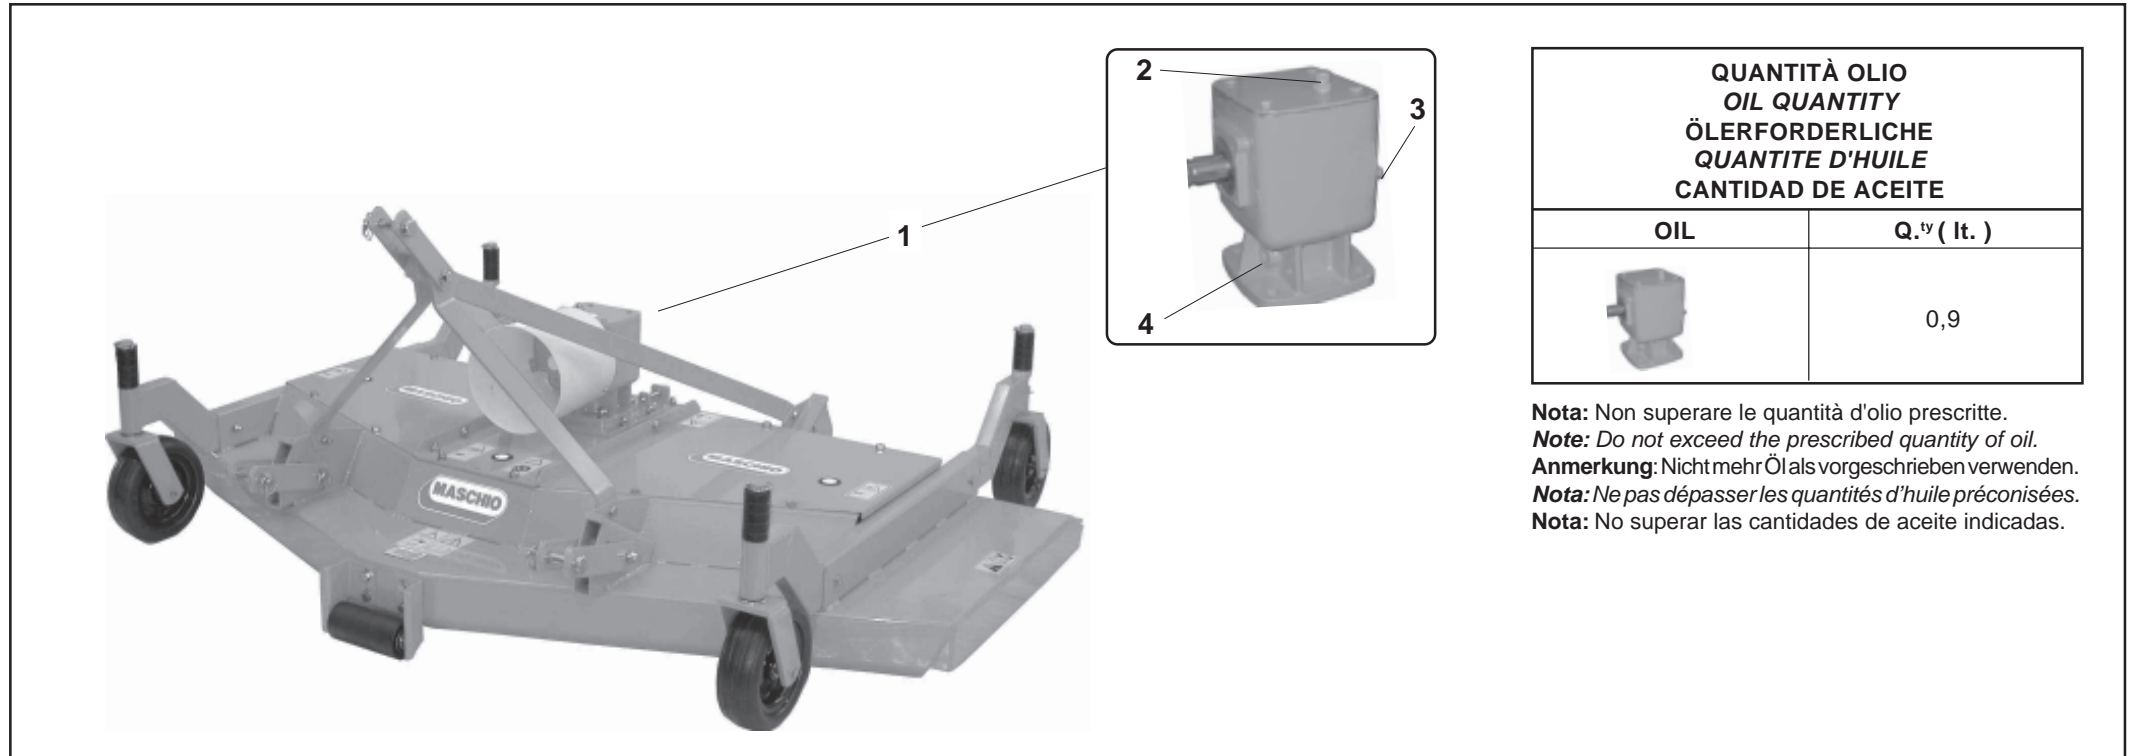

Fig. 13
- Verificare il livello olio nella scatola del gruppo ingranaggi (1 Fig. 13). Un livello corretto corrisponde al bordo inferiore del foro del tappo, posto lateralmente alla scatola. Rabboccare con olio del tipo prescritto attraverso il foro di riempimento svitando il tappo di sfiato (2 Fig. 13). Ad operazione ultimata, riavvitare il tappo di livello e il tappo di sfiato (1 Fig. 13).
- *Check the level of the oil in the gearbox (1 Fig. 13). The level is correct when it reaches the lower edge of the plug hole, at the side of the housing. Top up with oil of the prescribed type, pouring it through the fill hole after having unscrewed the vent plug (2 Fig. 13). Screw the fill plug and vent plug (1 Fig. 13) back on after this operation.*
- Den Ölstand im Getriebegehäuse prüfen (1 Abb. 13). Der Ölstand ist richtig, wenn das Öl bis zur unteren Kante der Öffnung für den Stopfen auf der Seitenwand des Gehäuses steht. Öl der vorgeschriebenen Sorte durch die Öleinfüllöffnung geben, nachdem man den Entlüftungsstopfen (2 Abb. 13) herausgedreht hat. Nach Abschluß des Vorgangs den Standstopfen und den Entlüftungsstopfen (1 Abb. 13) wieder aufschrauben.
- *Vérifiez le niveau de l'huile dans la boîte du groupe engrenages (1 Fig. 13). Le niveau est correct quand il correspond au trou du bouchon, placé latéralement à la boîte. Faites le complément avec de l'huile du type prescrit à travers l'orifice de remplissage en dévissant le bouchon d'évent (2 Fig. 13). En fin d'opération, revisser le bouchon de niveau et le bouchon d'évent (1 Fig. 13).*
- Controlar el nivel del aceite de la caja del grupo engranajes (1 Fig. 13). Un nivel correcto corresponde al borde inferior del orificio del tapón, puesto lateralmente respecto a la caja. Reabastecer con aceite del tipo indicado a través del orificio de llenado desenroscando el tapón de desfogue (2 Fig. 13). Finalizada la operación volver a enroscar el tapón de nivel y el tapón de desfogue (1 Fig. 13).
- Effettuare il cambio completo dell'olio, della scatola ingranaggi (1 Fig. 13). Tale operazione deve essere effettuata da personale specializzato in quanto la sostituzione dell'olio va effettuata previo lo smontaggio della scatola ingranaggi dal tosaerba. Riempire con olio del tipo prescritto attraverso il foro di riempimento svitando il tappo di sfiato (2 Fig. 13).
- *Completely change the oil in the gearbox (1 Fig. 13). This operation must be carried out by specialized personnel since the gearbox must be demounted from the grass mower in order to change the oil. Fill with oil of the prescribed type, pouring it through the fill hole after having unscrewed the vent plug (2 Fig. 13).*
- Den Ölwechsel im Getriebegehäuse vornehmen (1 Abb. 13). Dieser Vorgang muß durch spezialisiertes Personal vorgenommen werden, weil zum Durchführen des Ölwechsels das Getriebegehäuse des Sichelmäher auszubauen ist. Das Getriebegehäuse danach mit Öl der vorgeschriebenen Sorte durch die Öleinfüllöffnung füllen, nachdem man den Entlüftungstopfen (2 Abb. 13) herausgedreht hat.
- *Effectuer la vidange complète de l'huile de la boîte à engrenages (1 Fig. 13). Cette opération doit être exécutée par du personnel spécialisé car la vidange de l'huile doit être faite en démontant la boîte à engrenages de la faucheuse. Faites le complément avec de l'huile du type prescrit à travers l'orifice de remplissage en dévissant le bouchon d'évent (2 Fig. 13).*
- Efectuar el cambio completo del aceite, de la caja engranajes (1 Fig. 13). Dicha operación debe ser encomendada a personal especializado ya que la sustitución del aceite implica el desmontaje previo de la caja engranajes de la segadora de césped. Llenar con aceite del tipo indicado a través del orificio de llenado desenroscando el tapón de desfogue (2 Fig. 13).